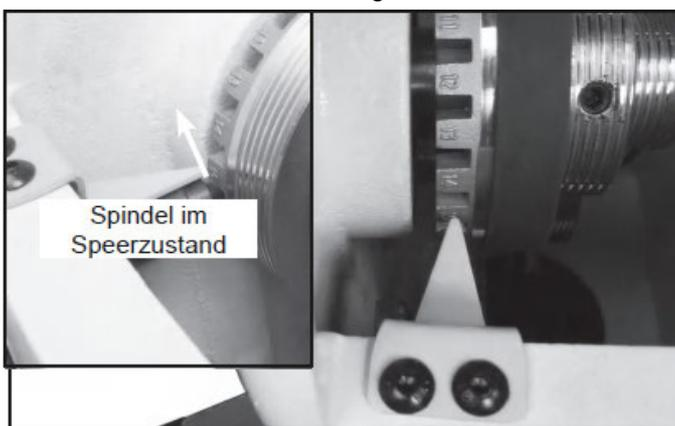

Abb.8-13: Auswahl der Indexpositio
3. Mit dem Zeiger (Abb. 8-13) können Sie eine bestimmte, nummerierte Indexbohrung auswählen, um Muster auf Ihrem Werkstück anzulegen.